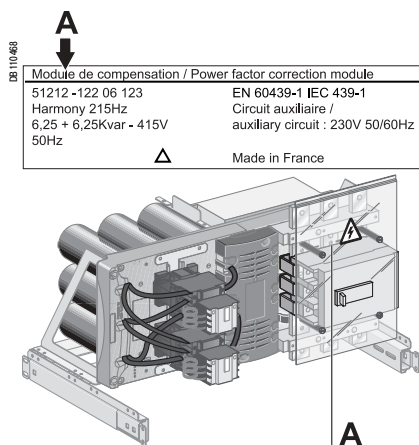

Рис. 1. Заводская табличка модуля компенсации реактивной мощности
- Убедитесь, что электрические характеристики на заводской табличке (поз. **A**, рис. 1) соответствуют указанным в заказе.